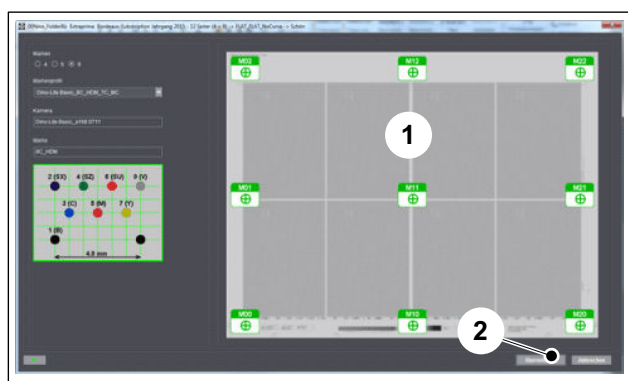

Abb. 20 Dialogfenster Messeditor
15. Wenn alle Messmarken grün angezeigt werden (Abb. 20/1), ist der Messzyklus abgeschlossen. Mit der Taste *Übernehmen* (Abb. 20/2) speichern Sie die Messergebnisse und lösen die Berechnung aus.